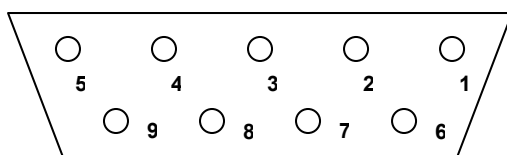

Figura 5: Connettore RS485 - DB9 - Maschio
- ◆ Sul lato di sinistra è disponibile la vaschetta 9-poli maschio per il collegamento della linea Rs485 verso gli analizzatori Ducati (cfr. Figura 5). Nella confezione viene fornito un cavetto con connettore a vaschetta che rende disponibili i fili A, G, B per la seriale Rs485.